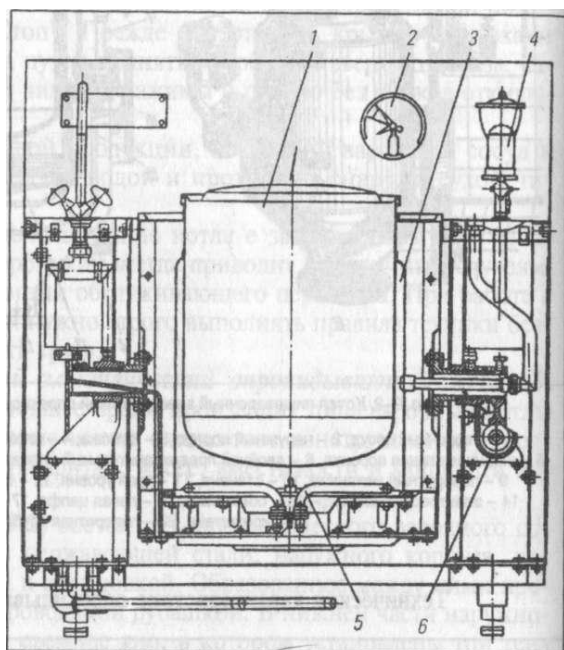

Рис. 9.3. Котел пищеварочный электрический секционный модулированный КПЭСМ-60:
3. Котел пищеварочный электрический секционный модулированный КПЭСМ-60 (рис. 9.3) может быть использован на предприятиях общественного питания как отдельно стоящий аппарат, так и в составе технологической линии.